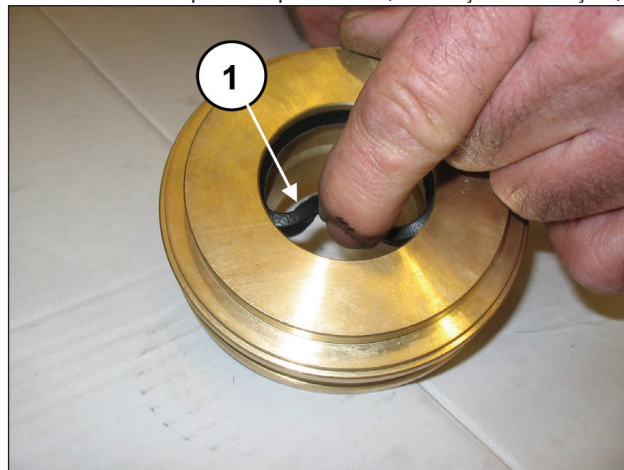

Fig. 134
Insira a junta de baixa pressão no suporte da junta (pos. ①, Fig. 134) prestando atenção no sentido de montagem que prevê as bordas de estanqueidade para frente (em direção ao cabeçote).